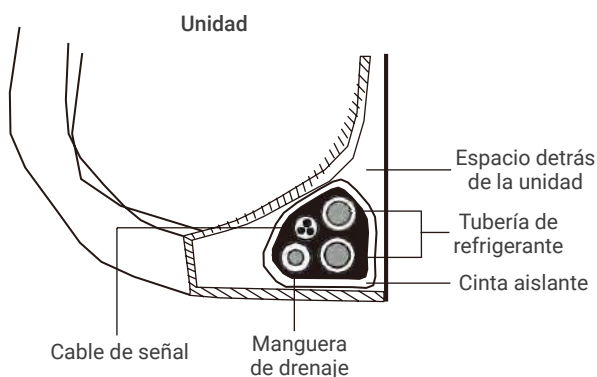

Fig 3.10
1. Agrupe la tubería de drenaje, las tuberías de refrigerante y el cable de señal tal como se muestra en la Fig. 3.10.
- Utilizando cinta aislante, envuelva el cable de señal, las tuberías de refrigerante y la manguera de drenaje juntos de manera ajustada. Vuelva a comprobar que todos los elementos queden agrupados tal como se muestra en la Fig. 3.10.